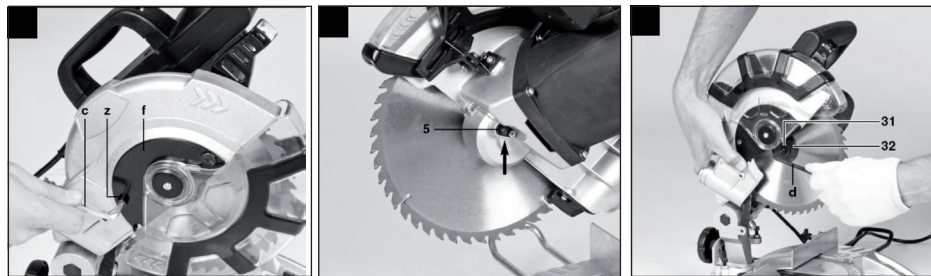

рис.4
4. Открутите винт (z) на крышке (f) диска пилы (рис.4).